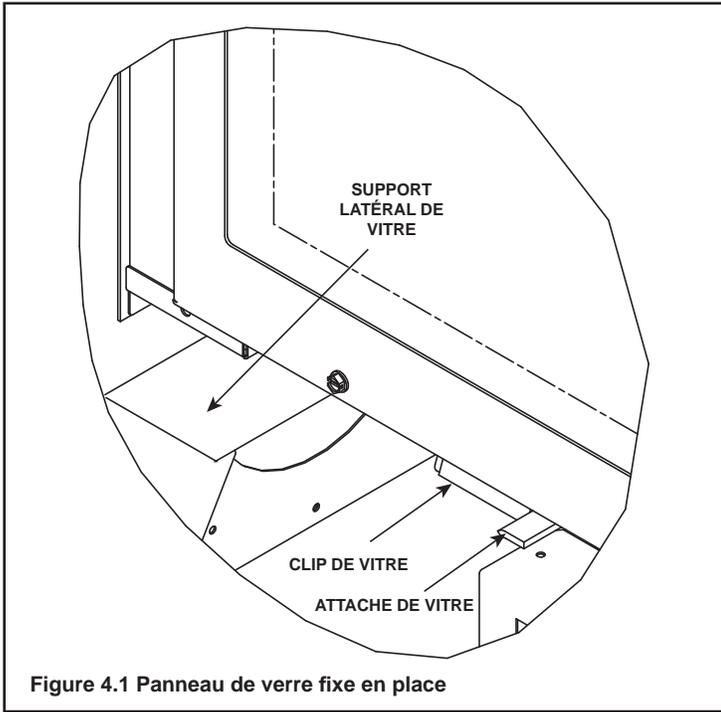

Figure 4.1 Panneau de verre fixe en place
3. Utilisez les deux index pour libérer les verrous à ressort. Voir la figure 4.1.
4. Laissez la vitre s'incliner vers l'avant. Attrapez la vitre par la lèvre de retour supérieure du cadre de vitre et inclinez vers l'extérieur et vers le bas. Abaissez doucement afin de faire reposer sur les supports latéraux. Voir la figure 4.1. Laissez le sommet du panneau de verre fixe s'incliner vers l'avant. Soulevez le panneau de verre fixe vers le haut et vers l'extérieur.
4. Maintenez le bas de la vitre tout en laissant le panneau de verre fixe s'installer sur les deux clips de vitre inférieurs. Voir la figure 4.1.